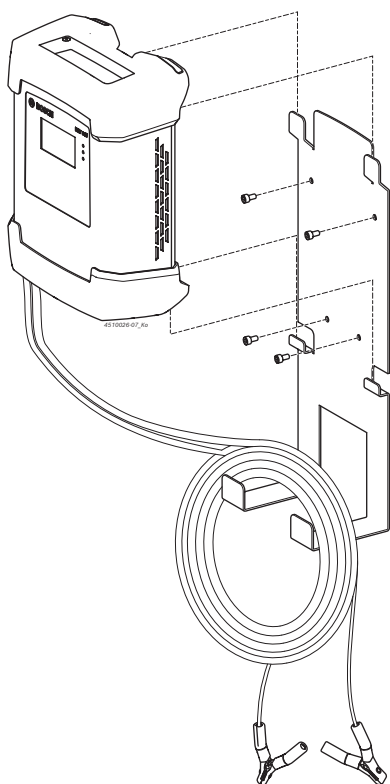

Fig. 2: BAT 645 con supporto a parete
**I** I quattro piedi di sostegno di BAT 645 devono essere sempre appesi sopra e sotto il supporto a parete. Cavi di carica e cavo di alimentazione di rete possono essere appesi al supporto a parete (vedere fig. 2).